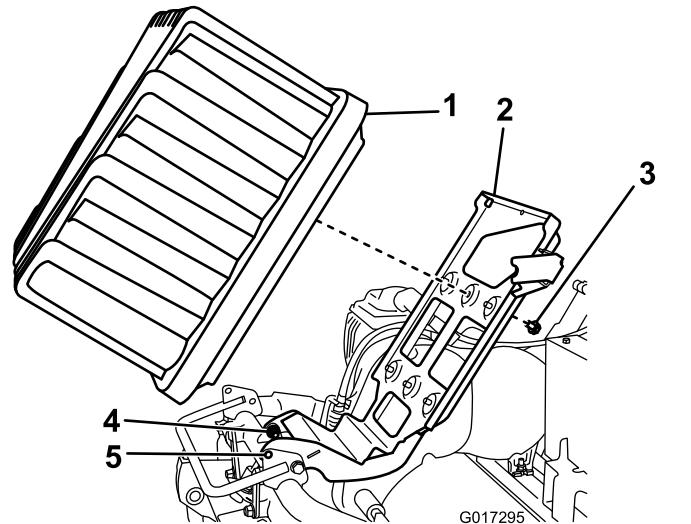

Bild 12
5. Lösen Sie die zwei Drehschrauben bzw. Muttern um eine halbe Umdrehung (Bild 12).
6. Heben Sie die Akkuplattform so weit an, bis die Arretierlöcher im Unterteil und Rahmen ausgefluchtet sind (Bild 12).